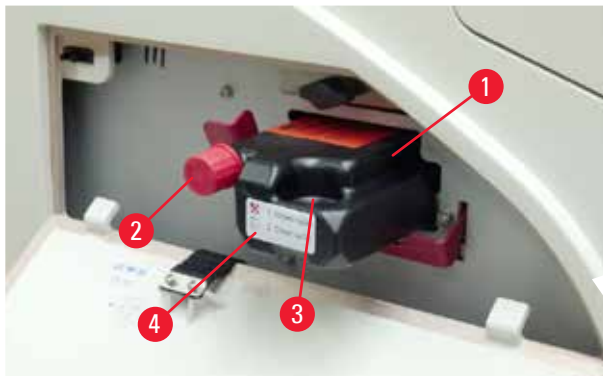

Fig. 57
3. Remova a folha protetora e insira o cartucho até que esteja na metade da ranhura do cartucho (→ "Fig. 57").